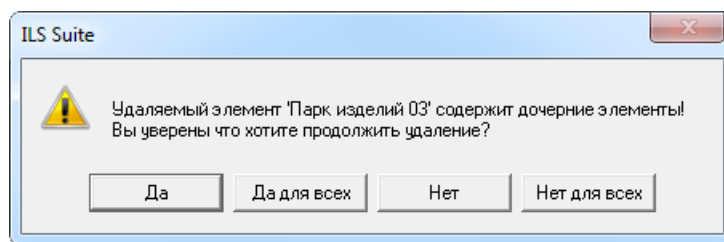

Рис. 10-406 – Сообщение о наличии в парке дочерних элементов
- 4) В открывшемся диалоговом окне нажать «Да» для подтверждения действия (рис. 10-406).